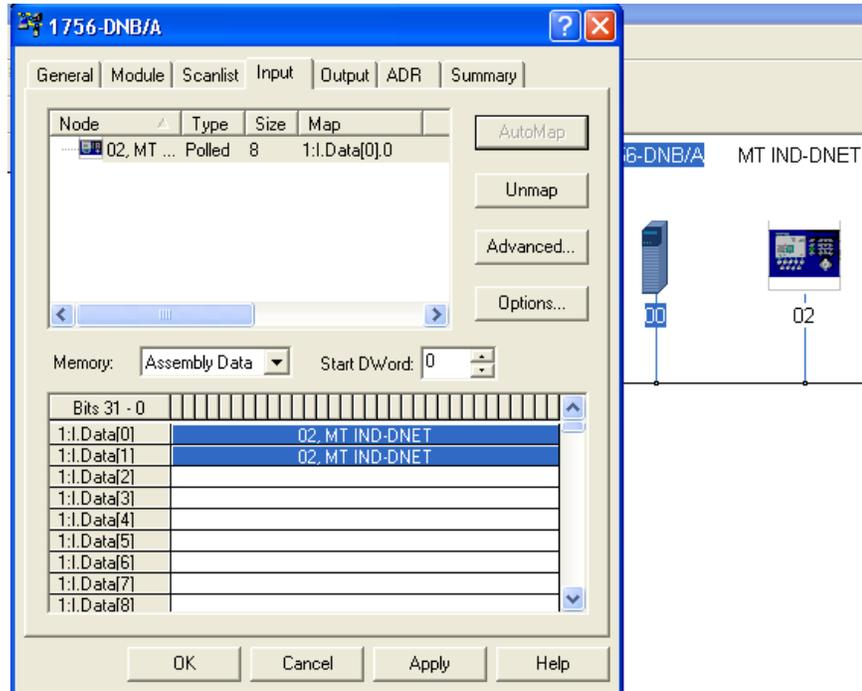
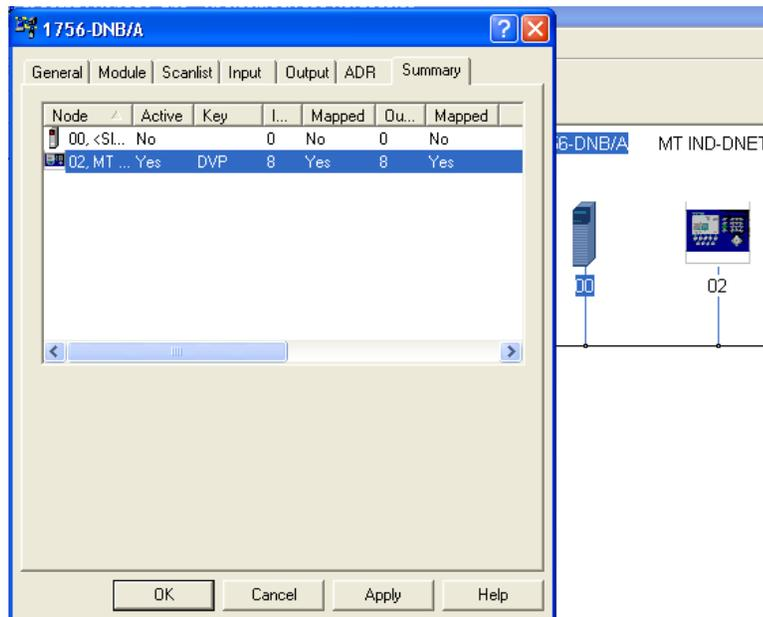

Abbildung 3-21: Zuordnung des IND-Terminals
Abbildung 3-22: Registerkarte „Summary“ (Übersicht)
11. Sobald das IND-Terminal zur Scanliste hinzugefügt wurde, rufen Sie das Eigenschaftendialogfeld auf, um die I/O-Zuordnung (Abbildung 3-21 und Abbildung 3-22) auf der Scannerkarte zu überprüfen. Beachten Sie, dass Sie die Zuordnung automatisch oder manuell durchführen können. Erweiterte I/O-Zuordnungsoptionen finden Sie in den Unterlagen des Masters. Bei Verwendung der manuellen Zuordnung: Beginnen Sie mit einem nicht verwendeten Abschnitt des Speichers für den Offset.